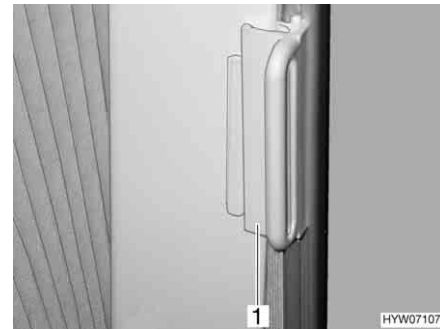

Bild 39 Verriegelung für Faltverdunklung
- Den Griff (Bild 39,1) auf den Aufsatz schieben. Die Faltverdunklung ist gesichert.